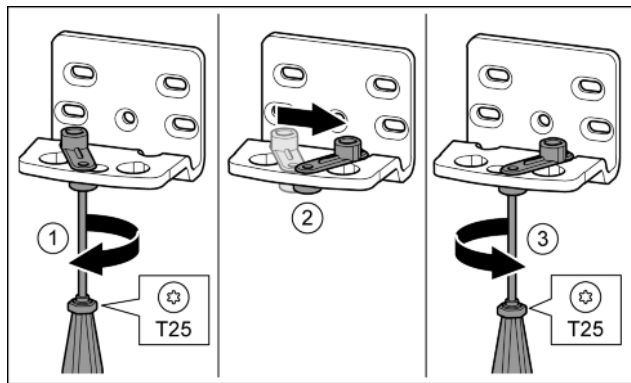

*Fig. 11*
- ▶ Извадете изцяло нагоре лагерния болт. *Fig. 11 (1)*
- ▶ Отвийте винтовете с отвертка T25 и свалете лагерната стойка. *Fig. 11 (2)*